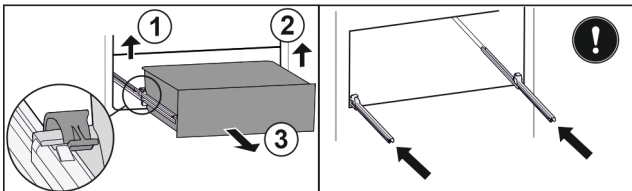

Fig. 20
- ▶ Linker klem optillen en gelijktijdig lade links naar voren trekken. Fig. 20 (1)
- ▶ Rechter klem optillen en gelijktijdig lade rechts naar voren trekken. Fig. 20 (2)
- ▶ Lade naar voren toe verwijderen. Fig. 20 (3)